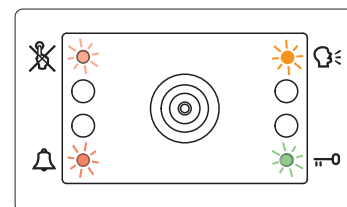

Fig. 7 Unità in modalità BOOT-LOADER
- L'unità entrerà nella modalità bootloader: i quattro LED lampeggiano alternativamente (Fig. 7).